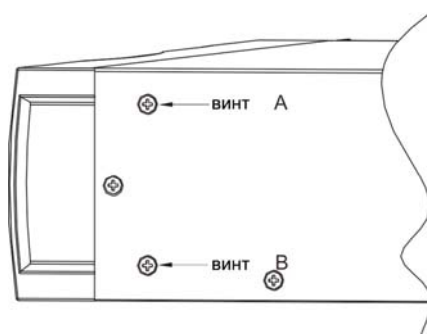

Рис. 10 Кронштейн для установки в шкаф
(3) завинтите два винта М4, как показано на Рис. 10 (симметрично с обеих сторон, всего четыре винта).